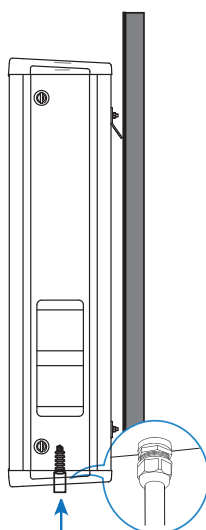

Figura 13: Conexiones punto 2.
2.- Introduzca las conexiones eléctricas en el Punto de Recarga, **Figura 13**. Coloque el prensaestopas de acuerdo con el enchufe elegido. Coloque el conector de comunicaciones en el Punto de Recarga.